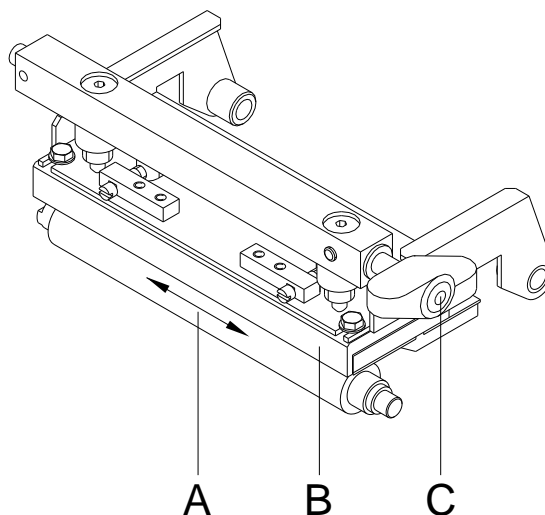

Abbildung 2
2. Andruckhebel (A, Abbildung 2) gegen den Uhrzeigersinn drehen, um den Druckkopf zu entriegeln.
2. Andruckhebel (A, in Abbildung 2) gegen den Uhrzeigersinn drehen, um den Druckkopf zu entriegeln.
4. Lichtschanke (A) mit Druckgas-Spray ausblasen. Die Anweisungen auf der Dose beachten!
5. Etikettenlichtschanke (A) kann zusätzlich mit einer Reinigungskarte (B) die zuvor mit reinem Alkohol befeuchtet wurde, gereinigt werden. Die Reinigungskarte ist hin und her zu schieben (siehe Abbildung).